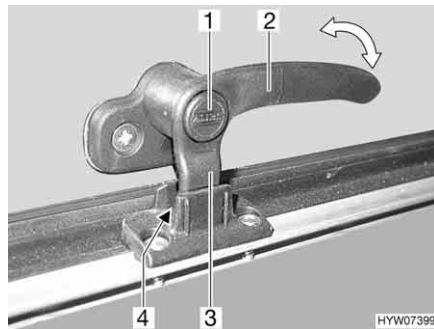
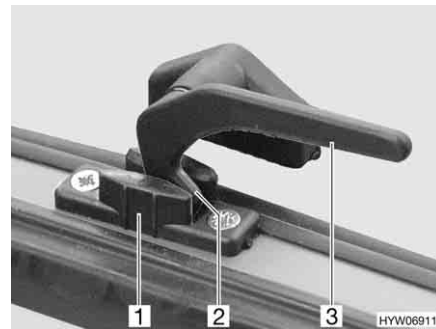

Fig. 61 Leva di serraggio con bottone di sicurezza in posizione "Aerazione continua"
Fig. 62 Leva di serraggio in posizione "Aerazione continua"
- In posizione di "Aerazione continua" (Fig. 61 e Fig. 62)
- Se presente, premere e tenere premuto il bottone di sicurezza (Fig. 61,1).
- Ruotare la leva di serraggio (Fig. 61,2 o Fig. 62,3) di un quarto di giro verso il centro della finestra.
- Girare nuovamente all'indietro la leva di serraggio. Riportare contemporaneamente il nasello di chiusura (Fig. 61,3 o Fig. 62,2) della leva di serraggio nella rientranza della chiusura della finestra (Fig. 61,4 o Fig. 62,1).
- Se presente, rilasciare il bottone di sicurezza (Fig. 61,1).